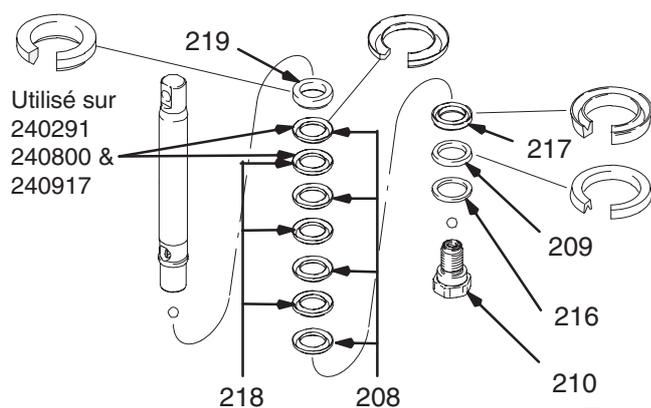

Fig. 13
Fig. 13. Faire tremper tous les joints en cuir dans de l'huile SAE 30W pendant 1 heure au minimum avant le montage. Enfiler la bague mâle (219) sur la tige de piston. Enfiler alternativement les joints en UHMWPE (208) et en cuir (218) sur la tige de piston. Monter la bague femelle (217). Monter la rondelle d'appui (216) et le joint en U (209) (attention au sens) sur la soupape de piston (210). L'enduit d'étanchéité spécial recouvrant le filetage de la soupape de piston est bon pour quatre changements de joints. Enduire le filetage de la soupape de piston de Loctite® après le quatrième changement de joints.